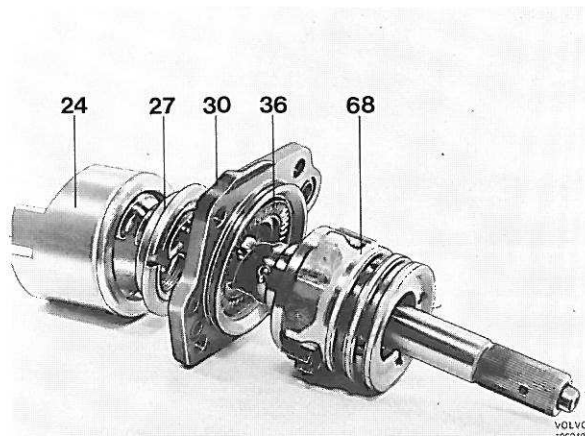

Figure 103. Détail de vis sans fin de direction
8. Poser le joint torique (26) et le segment de piston (25) dans l'ouverture sur la douille (24).
Poser sur la vis sans fin de direction le couvercle (30) qui a été remonté au préalable, avec rondelle de palier (35), roulement (36), écrou annulaire (27) et la douille (24), figure 103.